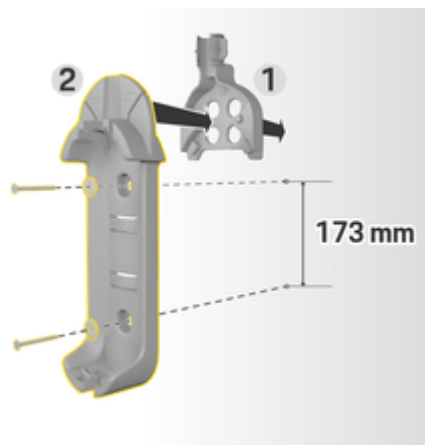

Рис. 104: Размеры под отверстия
3. Вдавите базовое настенное крепление 2 (Рис. 104) спереди в кабелепровод 1 (Рис. 104).